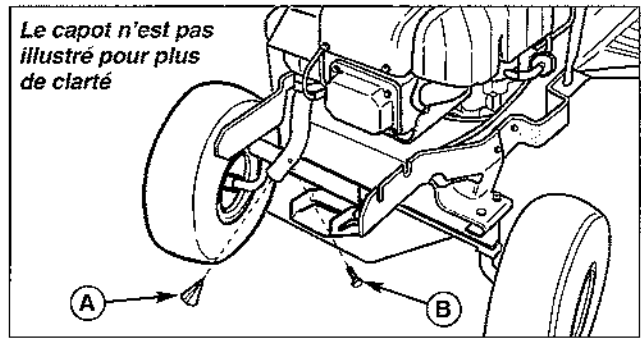

Figure 14. Nettoyer/remplacer la grille d'échappement
2. Retirer la vis (B, Figure 14). A l'aide de pinces, enlever la grille d'échappement (A).